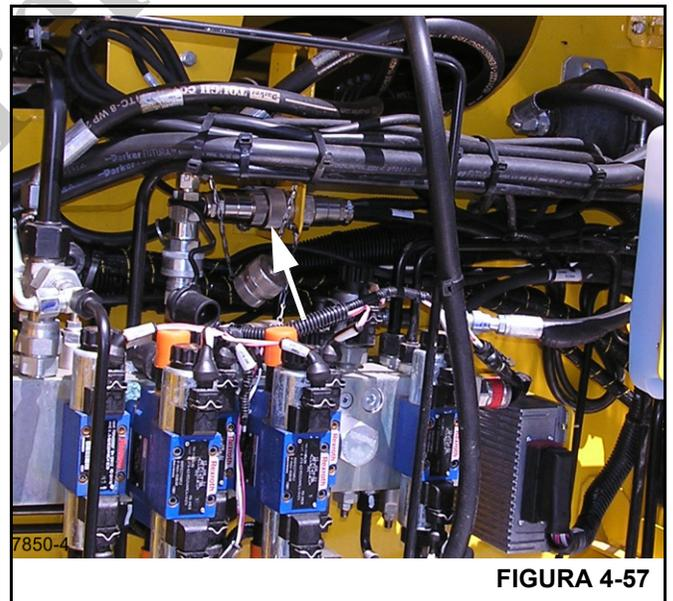

FIGURA 4-57
- 23. Conecte los alambres eléctricos según se marcaron antes del retiro (Figura 4-57).